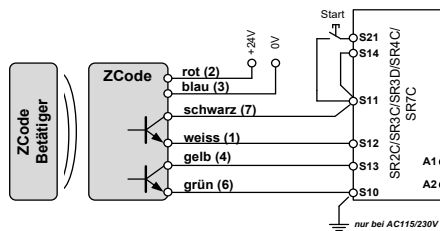
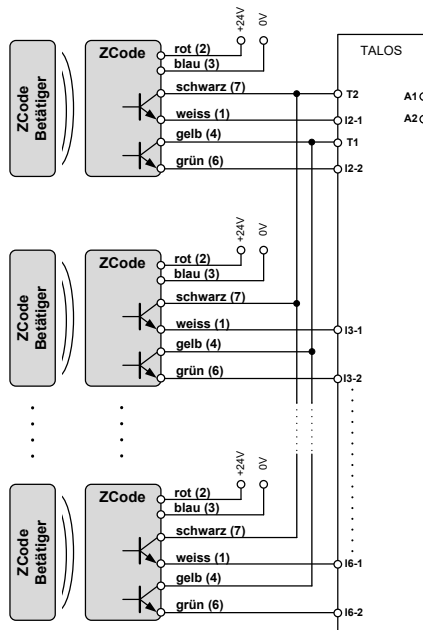

Abb. 5: Einzelanschluss eines ZCodes an ein ZANDER SR“C“ (bis Kategorie 4, PL e)
Abb. 11: Anschluss von ZCodes an eine ZANDER TALOS anhand der Konfiguration der Standardprogramme PR07 und PR08 (bis zu Kategorie 4, PL e)
Bis zu 3 ZCode-Schalter können an ein handelsübliches Sicherheitsrelais oder eine Safety Logik angeschlossen werden (z.B. Abb. 5 bis 10: Verdrahtungsbeispiele für ZANDER SR“C“, MINOS SD1E und MINOS SL1D / SL1E).
Verdrahten Sie den Schalter entsprechend Ihrer Anwendung und des ermittelten erforderlichen Performance Levels mit dem verwendeten Sicherheitsrelais, Safety Logik oder Sicherheitsteuerung (vgl. z.B. Abb. 5 bis Abb. 11).
Der angegebene PL-Wert (für Anwendung nach Abb. 5 bis Abb. 11) wurde unter folgenden worst-case Rahmenbedingungen für eine Schutztürüberwachung bestimmt.
Performance Level (PL)	e (Je nach Anwendung; siehe Abb. 5 bis Abb. 11)